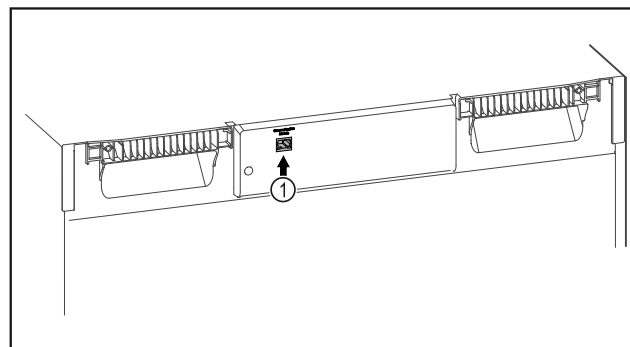

Fig. 100
- ❑ Le SmartModule Fig. 100 (1) est en place.